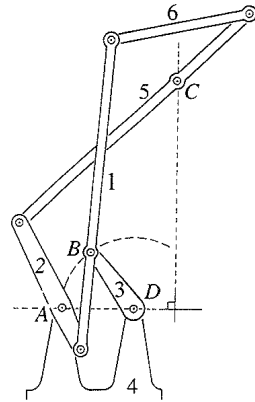

FIGURA P2-22 Problema 2-63 de la ref. 18, p. 15
- 2-63 La figura P2-22 muestra un eslabonamiento inversor de Hart de seis barras. a) ¿Es un eslabonamiento de Watt o Stephenson? b) Determine su inversión, es decir, ¿es de tipo I, II o III?